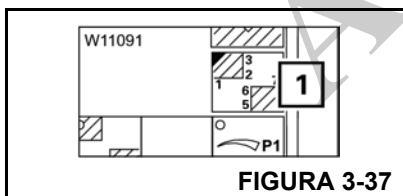

FIGURA 3-37
Pressione uma vez o botão (1) (Figura 3-37).